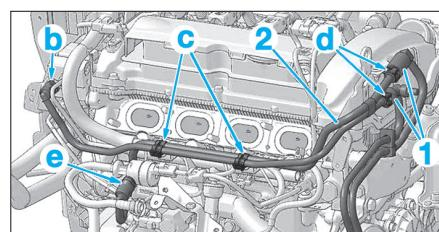

Fig. 28
- Déclipser les raccords d'alimentation carburant en "d" (Fig.28).